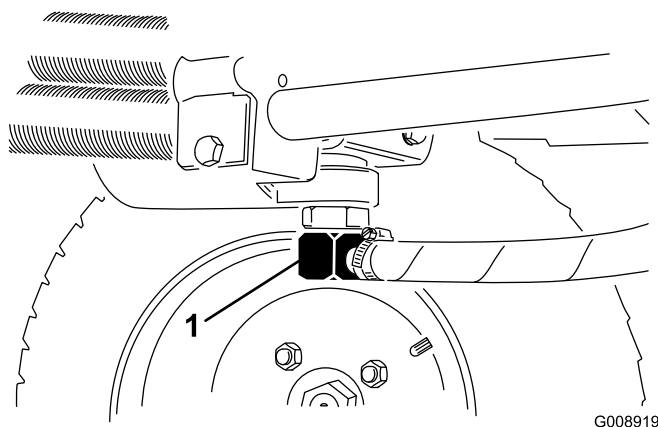
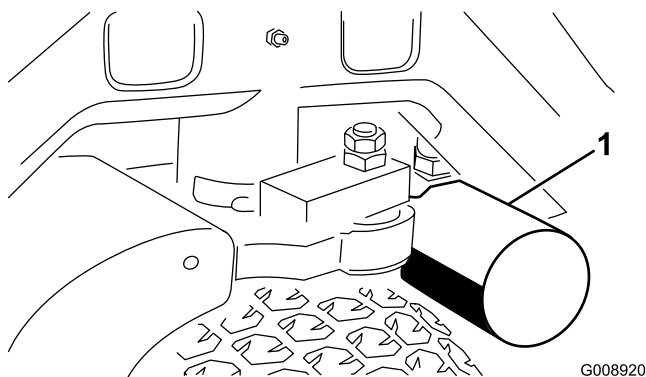

図 72
図 73
2. 油圧ラインの接続部 (図 72) または油圧フィルタ (図 73) を外し、流れ出すオイルを容器に受ける。
4. フィルタ (図 73) の下に廃油受けを置いてフィルタを外す。